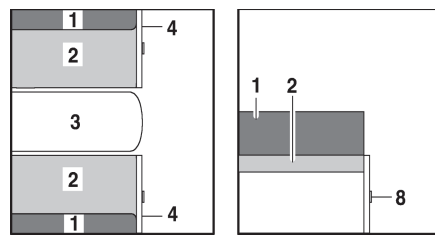

Fig. 97 Avant l'agrandissement
- Agrandir la table (Fig. 97,3) (voir paragraphe 7.8).
- Tirer sur la poignée (Fig. 97,8) et ouvrir le portillon (Fig. 97,4).